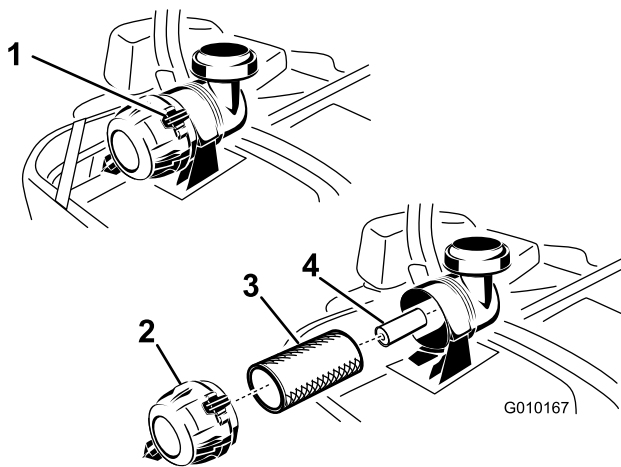

Bild 51
3. Üben Sie Druck aus, um die Riegel am Luftfilter zu lösen, und ziehen Sie die Abdeckung vom Gehäuse ab (Bild 51).
5. Schieben Sie den Hauptfilter vorsichtig aus dem Luftfiltergehäuse heraus (Bild 51). Vermeiden Sie ein Anstoßen des Filters an der Seite des Gehäuses.
- Setzen Sie die Luftfilterabdeckung auf (Entlüfterdeckel nach unten) und drehen sie so, dass die Riegel in der Abdeckung einrasten (Bild 51).
- Reinigen Sie den Papierfilter nicht sondern tauschen Sie ihn aus (Bild 51).
- Wenn Sie den sekundären Luftfilter austauschen, schieben Sie ihn vorsichtig in das Filtergehäuse ein (Bild 51).
- Schieben Sie den Hauptfilter vorsichtig auf den sekundären Filter (Bild 51). Stellen Sie sicher, dass dieser einwandfrei einliegt, indem Sie beim Einbauen auf den äußeren Rand des Filters drücken.